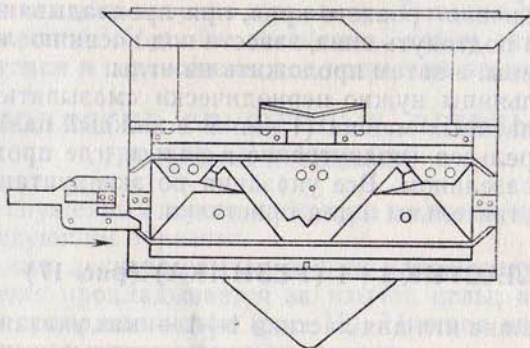

Рис. 19. Установка вкладыша в каретку машины
3. После зарботки в каретку машины под левый подъемный клин необходимо вставить до упора специальный вкладыш, отжимающий язычок (рис. 19). Каретки машины и приставки стоят слева.